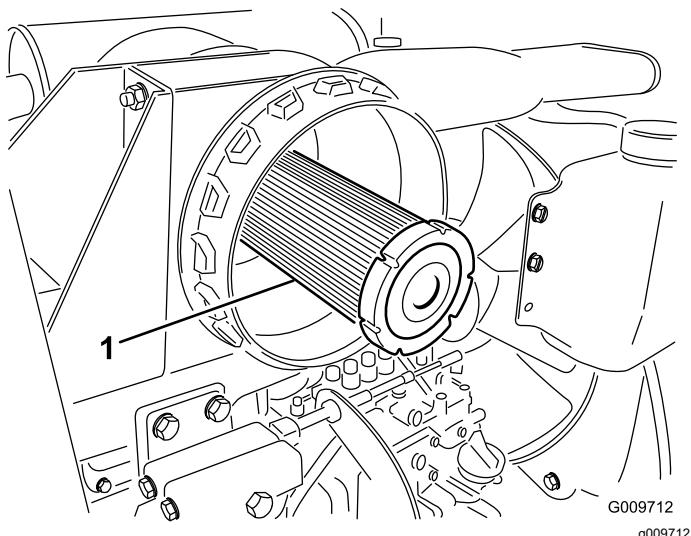

Figura 58
**Importante:** No intente nunca limpiar el filtro de seguridad (Figura 58). Sustituya el filtro de seguridad después de cada tres revisiones del filtro primario.